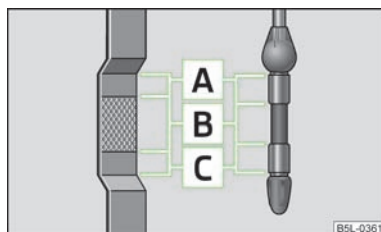

Abb. 98
Der Ölmesstab zeigt den Motorölstand an » Abb. 98.
- Der Ölstand darf keinesfalls oberhalb des Bereichs **A** » **Abb. 98** liegen. Beschädigungsgefahr der Abgasanlage!